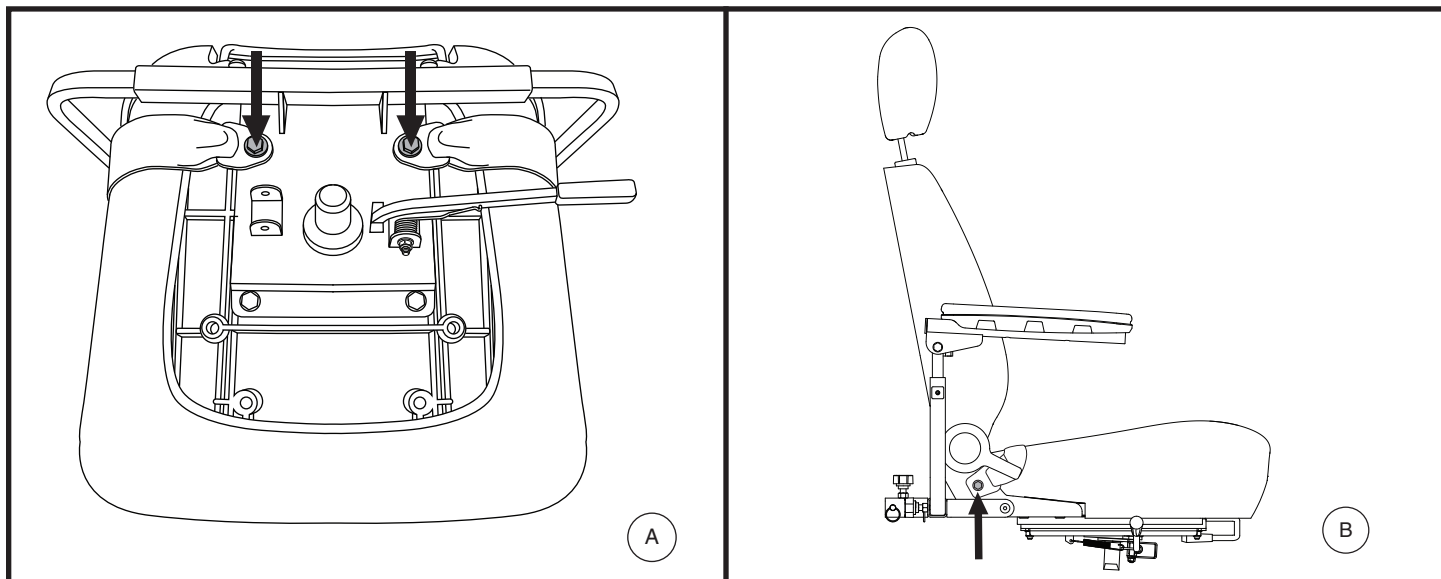

Figura 17. Bulloni per cinture di sicurezza
La seduta del scooter può essere dotata di cinture di sicurezza regolabili. **Vedere figura 17.** La cintura di sicurezza è stata progettata per garantire un maggiore supporto all'utente ed evitare che scivoli in avanti o indietro sulla seduta. La cintura di posizionamento non è concepita come dispositivo di contenimento.
2. Posizionare la seduta a testa in giù per poter lavorare sulla base della seduta. **Vedere figura 17.**